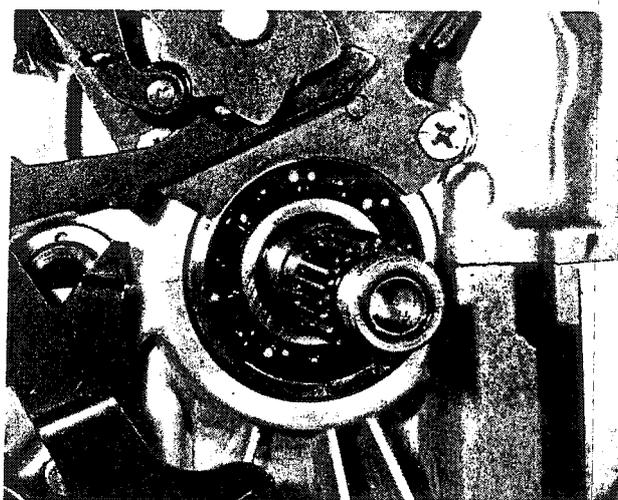

Bild 125
- Die kerbverzahnte Schaltwelle leicht schmieren und in das Gehäuse einführen. Die Welle muss vorsichtig durch den Dichtring eingeführt werden, damit die Dichtlippe nicht beschädigt wird. Beim Einschieben der Welle die federbelastete Schaltklinke hinunterdrücken, damit sie an der Nockenwelle vorbeikommt (Bild 125). Die Rückholfeder der Schaltwelle muss